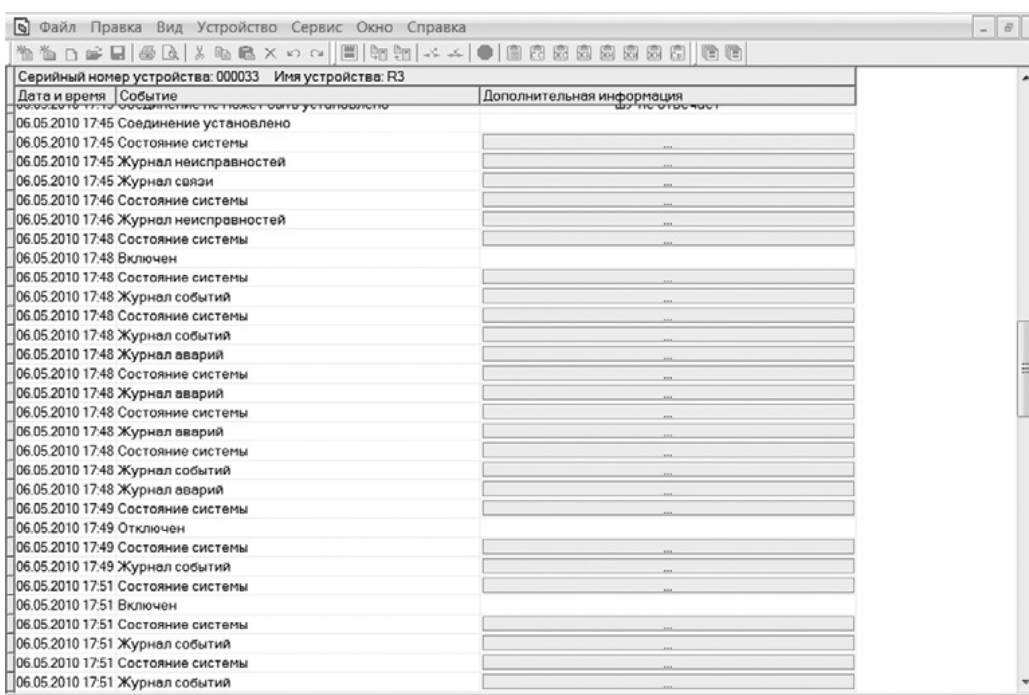

Рис. 4.8. Просмотр «Состояния системы» в «Протоколе связи»
- 3 . В «Протоколе связи» выбрать «Состояние системы», соответствующее требуемому времени запроса (см . рис. 4.8) .